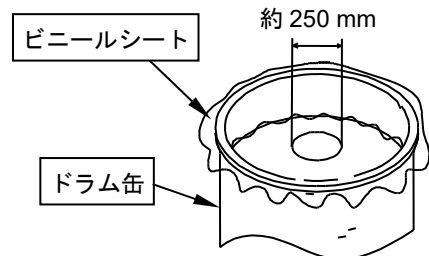

Fig.9
インキ面のビニールシートのシワをドラム缶内周の隅まできれいに伸ばしてください。（Fig.9）
別途ビニールシート（約 1.2 m 四方、厚さ 0.07~0.08 mm）を用意して、ドラム缶内のインキ面に被せてください。この際、ドラム缶に対して均等に被せ、ドラム缶内周の隅まできれいにインキ面に密着させてください。（Fig.9）
- 4) ビニールシート外周の余り分をドラム缶の縁から外へ広げて出してください。（Fig.9）
- 5) ビニールシートの中央部に直径 250 mm 程度の丸穴を開け、カットした中央のビニールシートを取除いてください。（Fig.9）